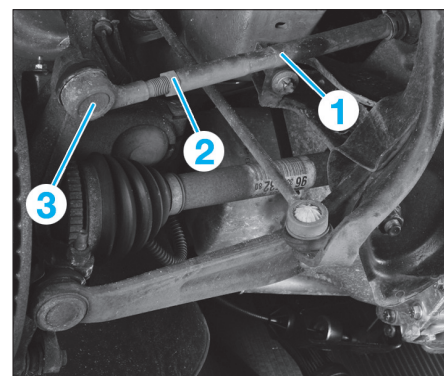

Fig. 4
- Le parallélisme se règle par l'allongement ou le raccourcissement de la longueur des biellettes de direction (1), en les tournant par leur empreinte hexagonale, après avoir desserré le contre-écrou (2) des rotules de direction (3) (Fig.4).